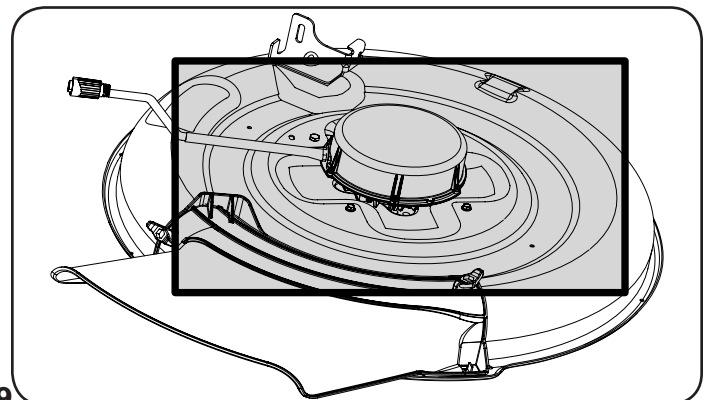

Figura 38
- Limpie la parte superior de la plataforma del montable. Consulte la Figura 38.